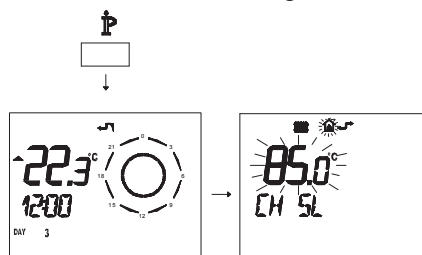

Figura 5.30
L'andamento della temperatura al variare dell'impostazione fatta con i tasti 14 e 15 per un **K 1,5** è illustrato nella Figura 5.30.
- Premere per più di 3 secondi il pulsante P per entrare in modalità **INFO** (Figura 5.30).